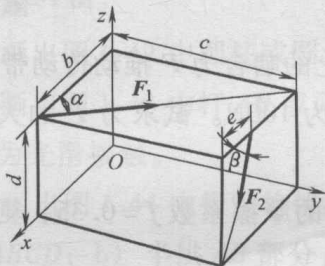

图 1-30
(12) 图 1-30 所示长方体上作用着两个力 F_1 、 F_2 。已知： $F_1 = 100\text{N}$ ， $F_2 = 10\sqrt{5}\text{N}$ ， $b = 0.3\text{m}$ ， $c = 0.4\text{m}$ ， $d = 0.2\text{m}$ ， $e = 0.1\text{m}$ ，试分别计算力 F_1 和 F_2 在三个坐标轴上的投影及对三个坐标轴之矩。